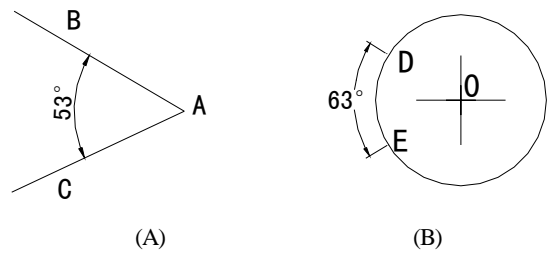

图 9-13 用 Dimangular 命令标注角度
用 Dimangular 命令标注如图 9-13 所示图形中的角度。操作步骤如下：
拾取图 9-13 (B) 中 D 点	选择标注对象